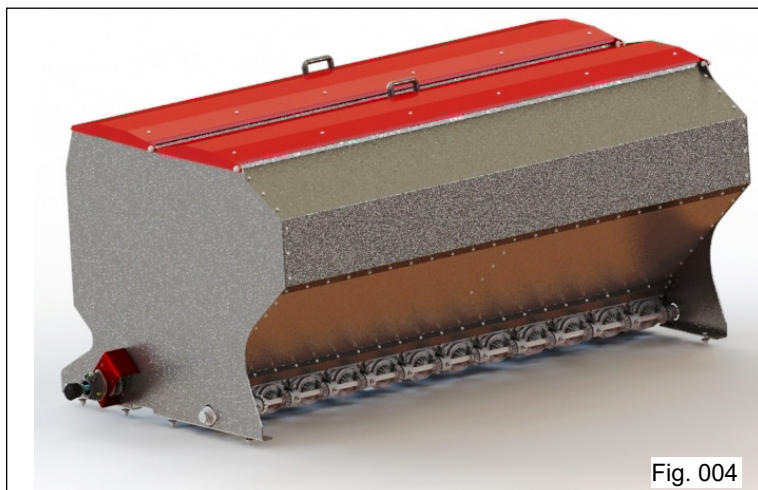

Fig. 004
- Depósito separado por uma chapa divisora entre a semente e o adubo (Fig. 004).